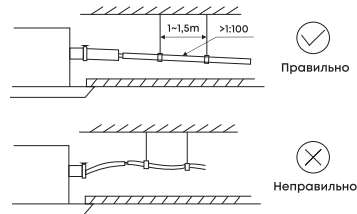

Рис. 44.
- Устройство оснащено сливным насосом (дренажная помпа), который поднимает воду до 1200 мм. Однако после остановки насоса вода, оставшаяся в трубе, будет стекать обратно и может переполнить сливной поддон, что приведет к утечке воды. По этой причине, пожалуйста, установите сливную трубку, как показано на рис. 44.